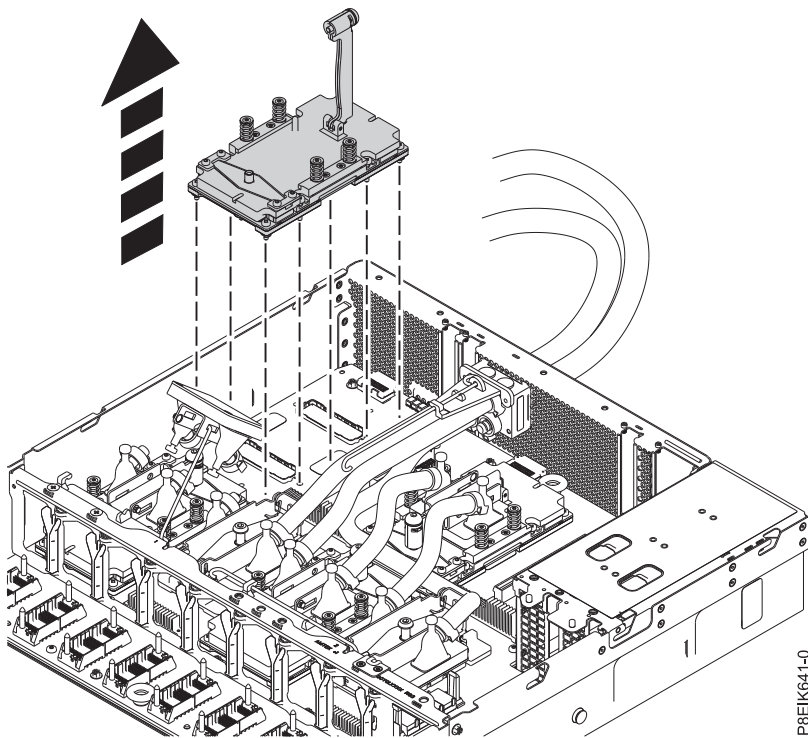

Figure 81. Retrait du GPU
5. Retirez le GPU du fond de panier système. Faites attention aux broches en dessous des GPU. Elles peuvent facilement être endommagées. Voir figure 81.